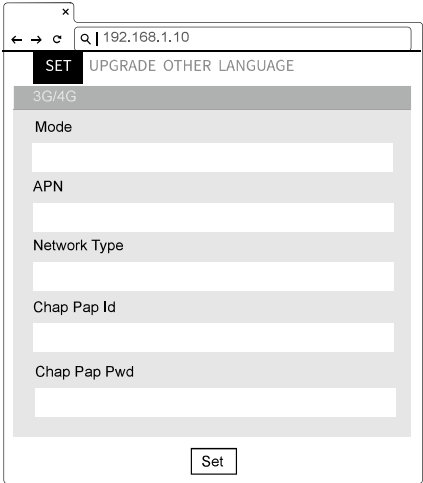

Figura 39. Informazioni di rete
5) Compilare i campi informazioni APN, Chap Pap Id e Chap Pap Pwd. Vedere la figura 39.